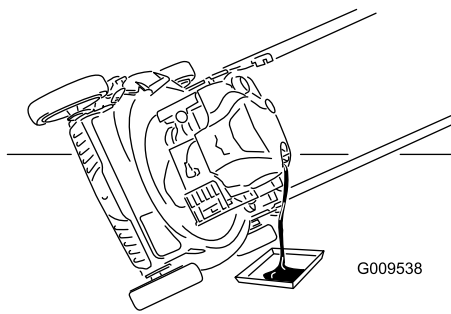

Bild 25
7. Kippen Sie die Maschine zur Seite, der Einfüllstutzen zeigt nach unten, um das Altöl über den Einfüllstutzen in eine Auffangwanne abzulassen (Bild 25).